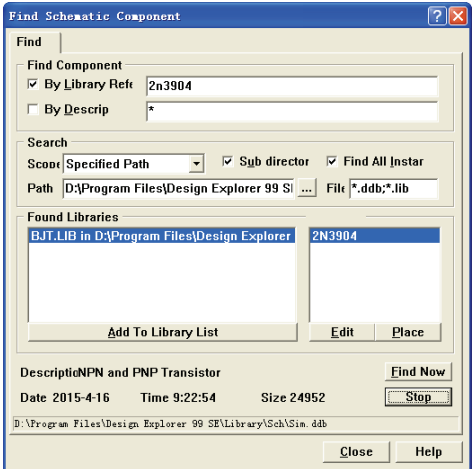
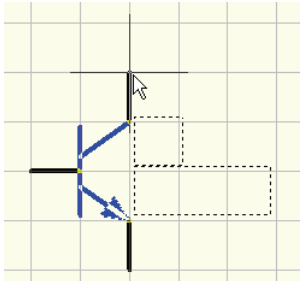

图 4-28 将元件定义到工作平面
图 4-29 放置一个元件
(5) 单击  按钮，在设置的搜索路径下进行查找，查找结果在“Found Libraries”选项组中显示，如图 4-28 所示。单击  按钮，可停止搜索操作。
(6) 单击  按钮，可将搜索结果所在元件库加载到项目文件夹下，以方便使用。
(7) 单击  按钮，即可移动光标到工作平面上，元件随光标的移动而移动，到工作平面上适当的位置，单击鼠标左键，就可将元件定位到工作平面上，如图 4-29 所示。此时系统仍处于放置元件命令状态，按〈ESC〉键或者单击鼠标右键，即可退出此命令状态。